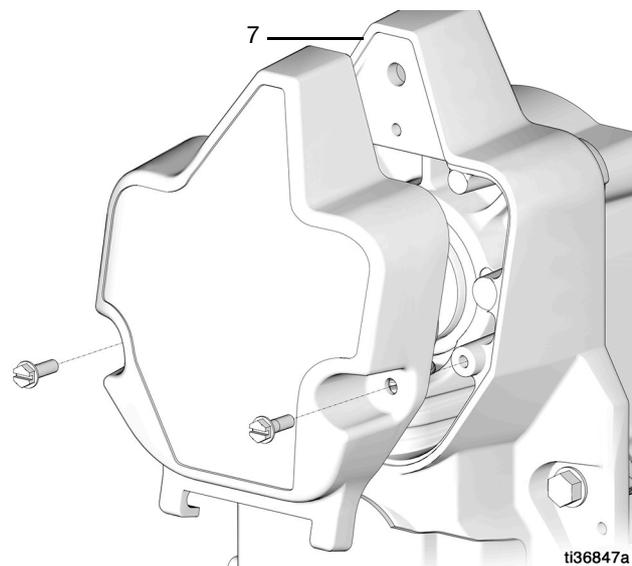

図 11
11. ポンプ (7) からボルトとカバーを取り除きます (図 11)。